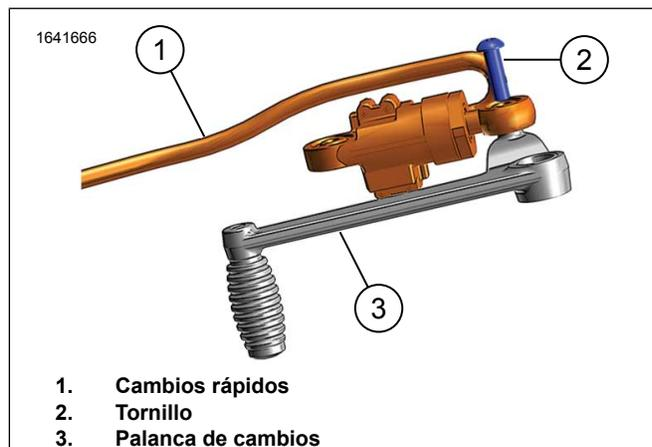

Figura 3. Instala los cambios rápidos en la palanca de cambios
1. Consulte la Figura 3. Ensambla el sensor de cambios rápidos (1) a la palanca de cambios (3) con el tornillo (2). Apretar.